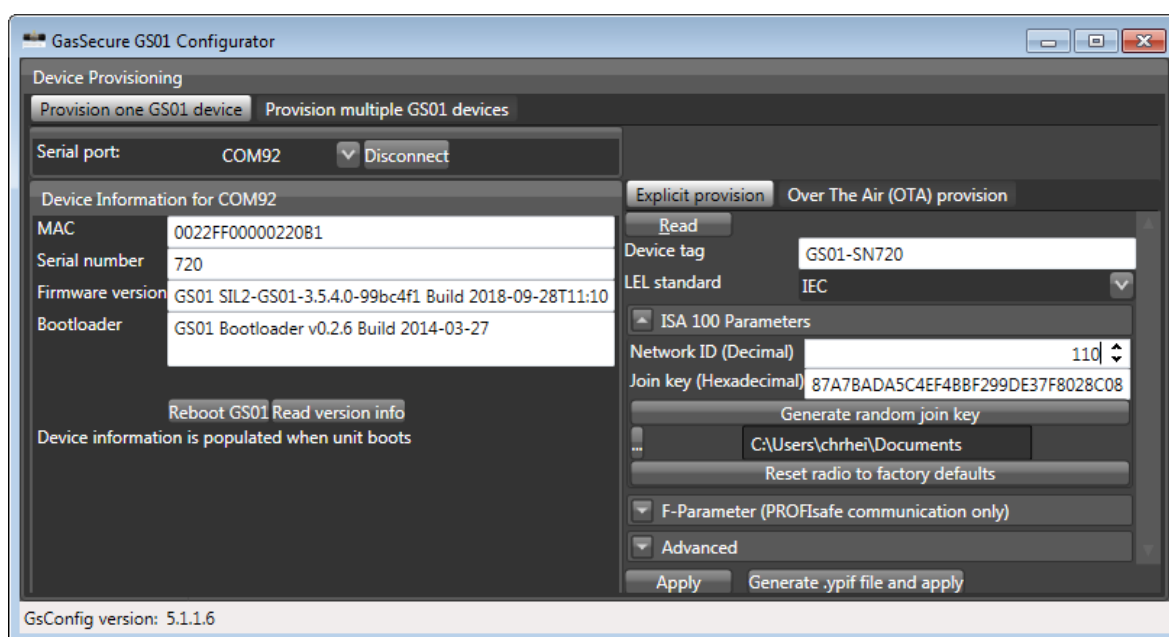

Figura 3-1: GS01 Configurator
- b) Ejecutar GS01 Configurator y seleccionar el puerto COM correcto. Mantener el modo predeterminado "Provision one GS01 device" (Aprovisionar un dispositivo GS01). Pulsar el botón "Connect" (Conectar) y comprobar que se muestra la información del dispositivo, cf. Figura 3-1. Pulsar el botón "Read version info" (Leer información de versión) si no aparece automáticamente la información del dispositivo. Pulsar el botón "Read" (Leer) para que se muestre el estado de aprovisionamiento actual del dispositivo. Mantener "Explicit provision" (Aprovisionamiento explícito).
- c) Introducir la etiqueta del dispositivo⁵ y la ID de red requerida en formato decimal⁶, consultar Figura 3-1.
- b) Ejecutar GS01 Configurator y seleccionar el puerto COM correcto. Mantener el modo predeterminado "Provision one GS01 device" (Aprovisionar un dispositivo GS01). Pulsar el botón "Connect" (Conectar) y comprobar que se muestra la información del dispositivo, cf. Figura 3-1. Pulsar el botón "Read version info" (Leer información de versión) si no aparece automáticamente la información del dispositivo. Pulsar el botón "Read" (Leer) para que se muestre el estado de aprovisionamiento actual del dispositivo. Seleccionar "Over The Air (OTA) provision".